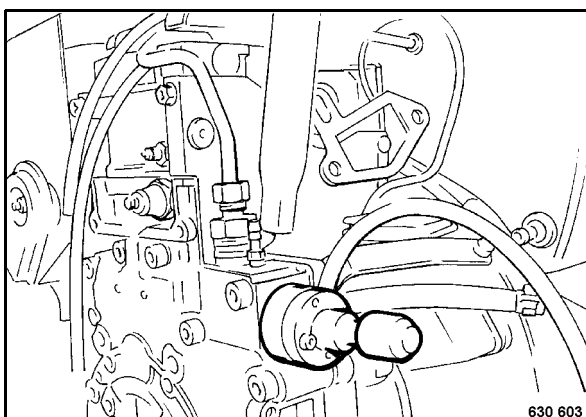

Fig. 74
- Desenroscar la válvula de bloqueo de aceite (Fig. 74).